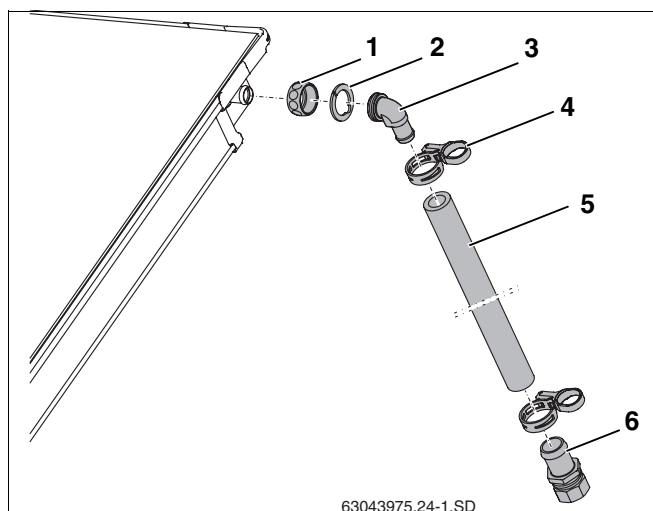

Fig. 35 Monter la conduite de départ
- Glissez l'écrou-raccord (fig. 35, **pos. 1**) sur les raccordements des capteurs.
- Poser la rondelle de serrage (fig. 35, **pos. 2**) derrière le renflement du raccordement de capteur et presser l'un contre l'autre.
- Appuyer l'embout coudé avec joint torique (fig. 35, **pos. 3**) contre le raccordement, positionner et visser avec l'écrou-raccord.
- Glissez le tube solaire long (1000 mm, fig. 35, **pos. 5**) sur l'embout coudé et fixer avec la bride du compensateur (fig. 35, **pos. 4**).
- Insérer l'embout de tuyauterie avec raccord-union par anneau de serrage (fig. 35, **pos. 6**) jusqu'à la butée dans le tube solaire et fixer avec la bride du compensateur.
- Raccorder le tube collecteur à l'embout R $\frac{3}{4}$  avec le raccord-union par anneau de serrage (18 mm) (fig. 35, **pos. 6**).